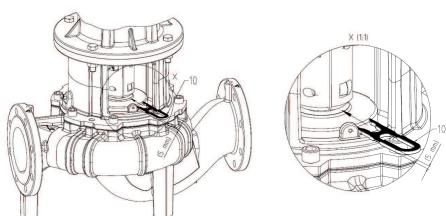

Fig. 47: Встановлення монтажної вилки
10. Вставити монтажну вилку (Fig. 47) між ліхтарем і муфтою. Монтажну вилку слід вставити без зазору.